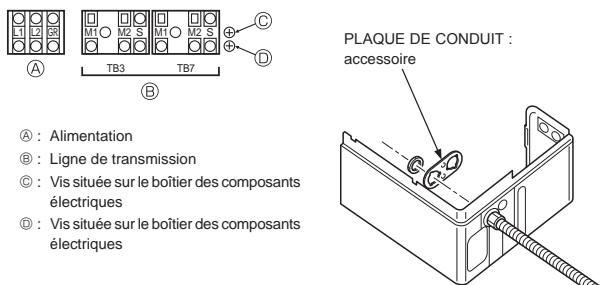

Fig. 6-1
6.2. Boîtier de commande et emplacement pour le raccordement des câbles (Fig. 6-1)
- Connectez la ligne de transmission de l'appareil intérieur au bloc de sorties de la ligne de transmission (TB3) ou connectez les fils entre les appareils extérieurs ou les fils du système de commande centrale au bloc de sorties de la commande centrale (TB7). Lorsqu'un câblage blindé est utilisé, connectez la terre blindée de la ligne de transmission de l'appareil intérieur à la vis de terre (◎ ou ◯) et connectez la terre blindée de la ligne reliant les appareils extérieurs et la ligne de transmission du système de commande centrale à la borne de blindage (S) du bloc de sorties (TB7) de la commande centrale. De plus, si le connecteur d'alimentation CN41 des appareils extérieurs a été remplacé par le connecteur CN40, la borne du blindage (S) du bloc de sorties (TB7) du système de commande central devrait également être raccordée à la vis (◎ ou ◯) à l'aide du câble existant.